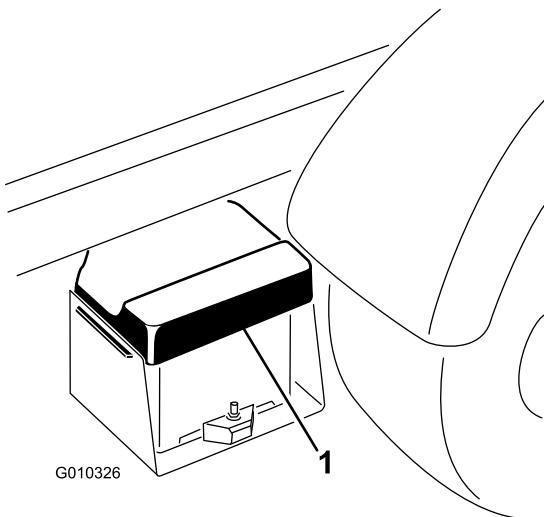

Figura 49
1. Aperte a tampa da bateria para soltar as patilhas da base da bateria e remova a tampa da base da bateria (Figura 49).